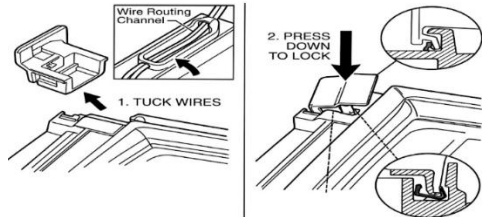

Fig 2
2. Lleva la cubierta de la esquina del cableado retirada a la esquina opuesta del marco de la puerta, donde ahora estará el arnés de cables. Enhebra o esconde el arnés de cables de la puerta de forma segura en el canal designado dentro de la cubierta de plástico. Alinea la tapa sobre la nueva ranura de la esquina y presiona firmemente hasta que haga clic plano y a ras del marco de la puerta. (Fig. 2)